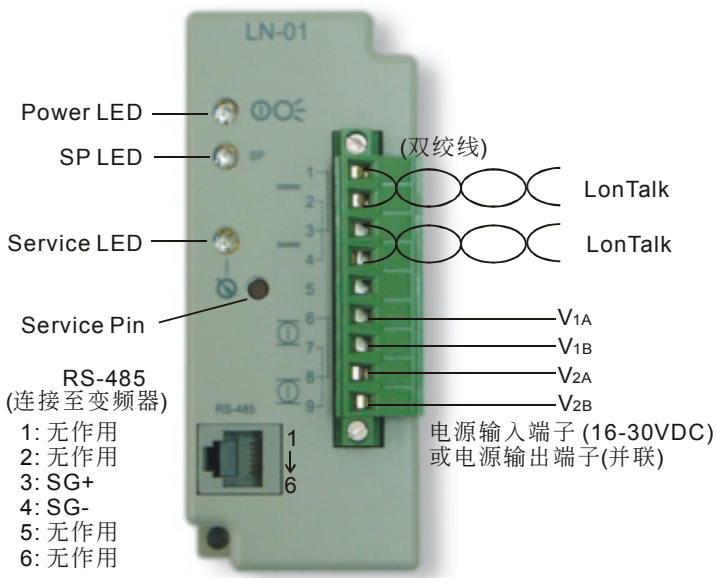

图 2-2
- LED 指示灯：如图 2-2 所示，从上而下依序是 Power LED，SP LED 与 service LED。
当 LN-01 藉由网络整合工具连上 LonWorks 网络前，使用者需按压 Service Pin（如图 2-2 所示），送出 LN-01 唯一的 48-bit neuron ID 以供 LonWorks 网络识别。组态成功之后，LN-01 即与 LonWorks 网络联机且 Service LED 熄灭。若 Service LED 没有熄灭，即表示该 LN-01 没有组态成功，请参考第五章错误讯息指示与故障排除。